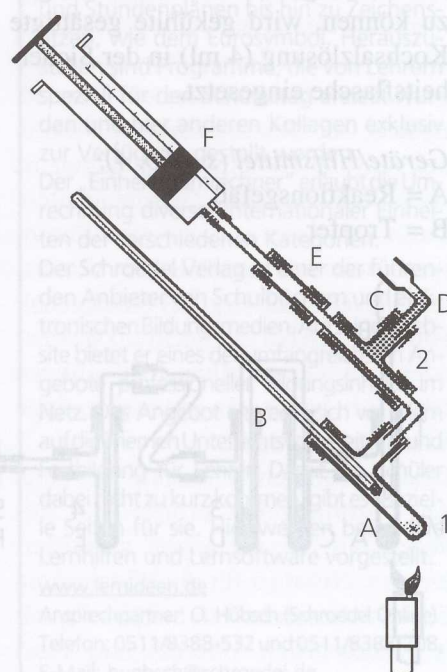

Abb. 3
Geräte/Hilfsmittel (s. Abb. 3):
Nach dem Abkühlen wird die Apparatur unter dem Abzug geöffnet. Das überschüssige Ethen im Kolben (F) verbrennt mit leuchtender Flamme. Die überstehende Ether-Phase überführt man in die Apparatur zur Bestimmung des Siedepunktes unbekannter Flüssigkeiten (s. Abb. 3) wie oben dargestellt.